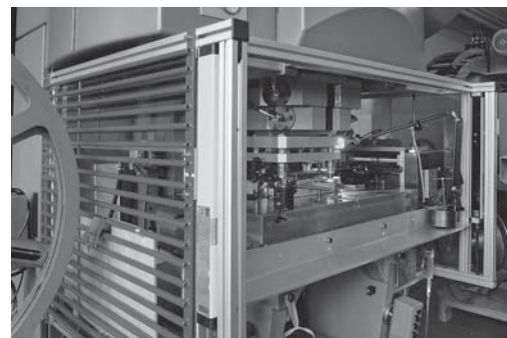

Fig. 3: la pressa è stata messa in sicurezza con una combinazione di dispositivi:
9. Sono presenti dei dispositivi di protezione che impediscono l'inserimento delle mani nella zona di pericolo dell'utensile in fase di chiusura sia **lateralmente** che **posteriormente**? (Fig. 3) sì
- dispositivo di protezione immateriale (barriera fotoelettrica di sicurezza)² (fig. 3)
- riparo fissato con viti imperdibili (fig. 3)
13. Con la **barriera fotoelettrica** attiva è impossibile inserire le dita nella zona di pericolo passando sopra, sotto e a lato della barriera (Fig. 3)? sì